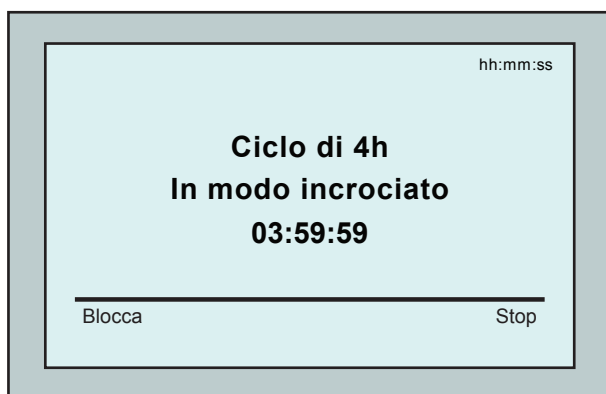
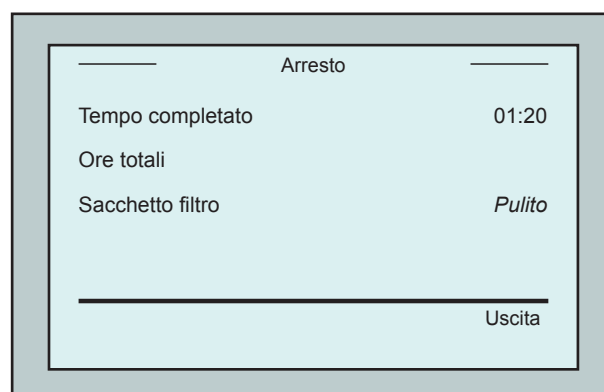

Figura 4: Schermata di conto alla rovescia per la sessione di 4 ore
Figura 5: Schermata d'arresto manuale
6. Premere il pulsante **Avvio**. Inizia la sessione di pulizia. Sono impiegate le impostazioni predefinite di fabbrica. Per modificare tali parametri consultare **Configurazione di ulteriori profili di piscina** a pagina 41. Il robot inizia il suo ciclo di pulizia e MMI visualizza la schermata *Conto alla rovescia* (Figura 4):
Per evitare cambiamenti non autorizzati delle impostazioni MMI si può bloccare la tastiera MMI: Dalla schermata *Conto alla rovescia*, premere **Blocca** (Figura 4). Per sbloccare la tastiera, premere **POOL** e poi **HOME** in questo ordine.
1. Dalla schermata di *conto alla rovescia* (Figura 4), premere il pulsante **Arresto**. Sullo schermo di MMI appare il messaggio: "Arresto robot – prego attendere". Dopo 5 secondi appare la schermata *Arresto manuale* (Figura 5).